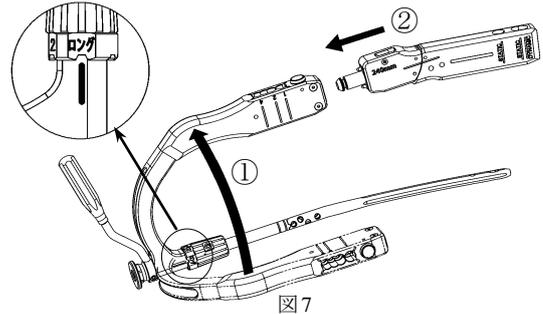

図 7
- ① ターゲットデバイスのつまみを緩め、照準ラインを回転ポジション [ロング] に合わせ (A/P モード) つまみを締付けます。
- ② 骨幹部スリーブガイドを本体へ確実に装着します。(図 7)